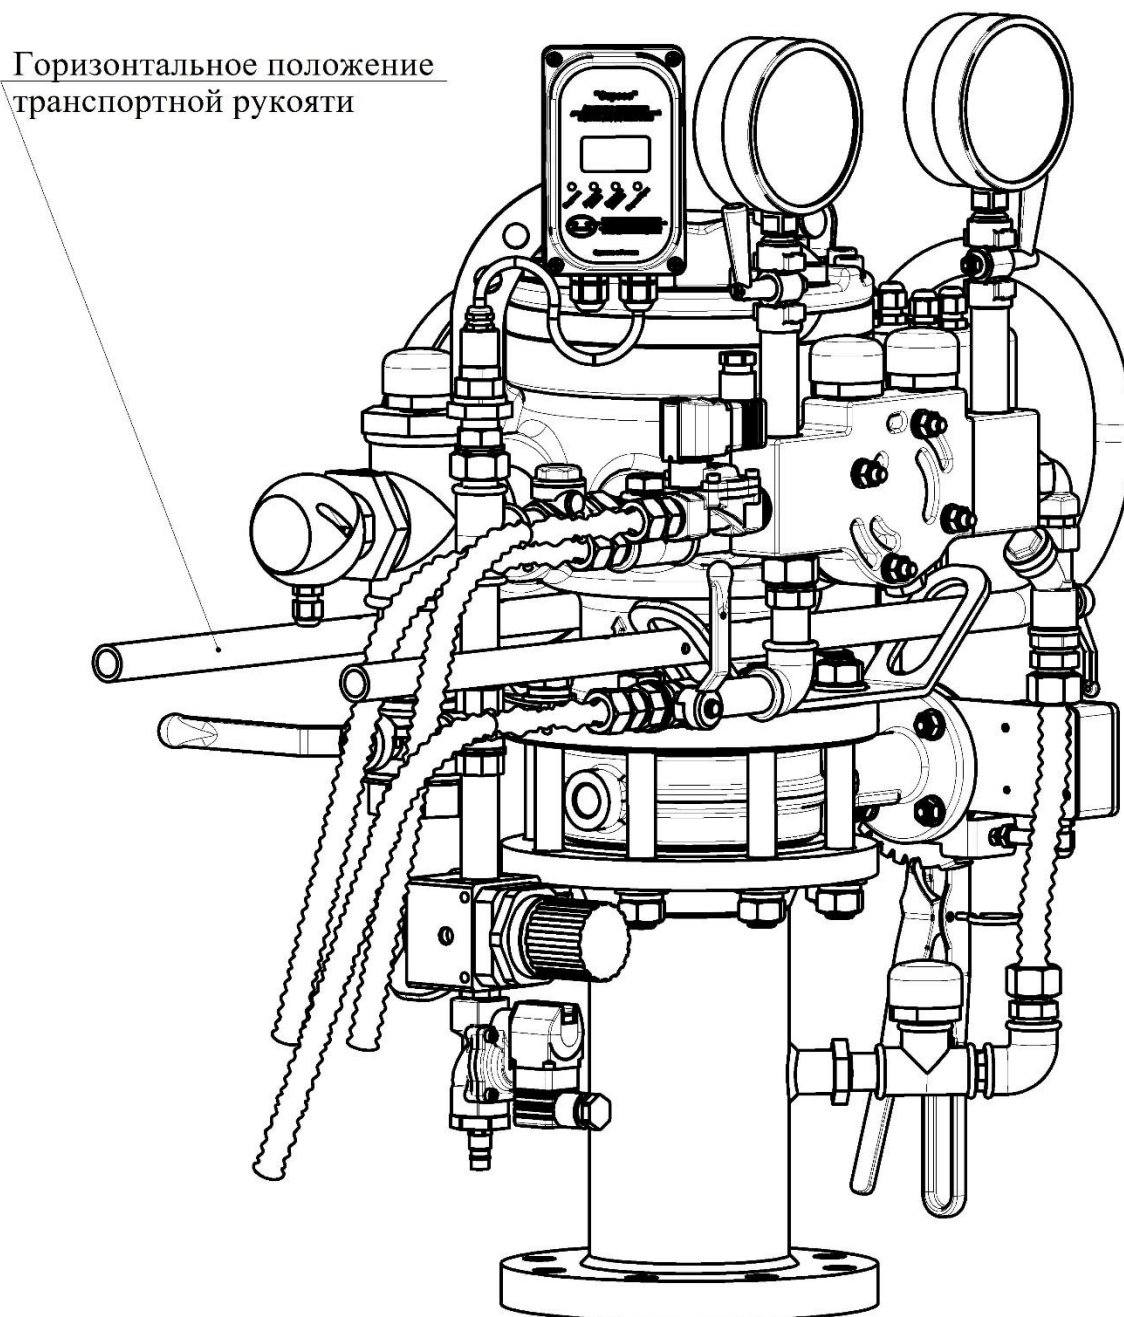

Рисунок 4 - Горизонтальное положение транспортной рукояти (ШКУЗ не показан)
5.24 Рукоять 1 предназначена для удобства перемещения и установки УУ на объекте. Рукоять имеет два положения: вертикальное – используется при транспортировке УУ в упаковочной таре или при использовании УУ, горизонтальное - используется при перемещении УУ на объекте (рисунок 4).